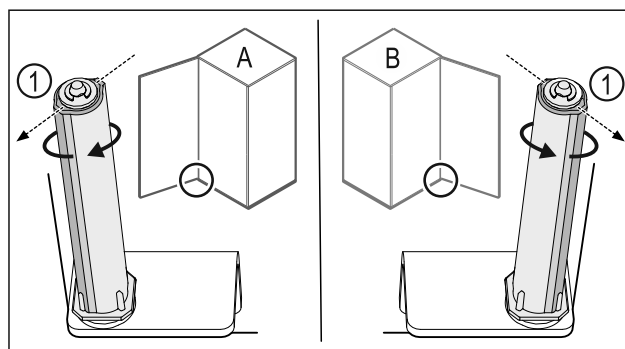

Fig. 45 Lewy ogranicznik (A) / prawy ogranicznik (B)
- Przekręcić system blokujący w kierunku przeciwnym do oporu, aż pręt systemu blokującego Fig. 45 (1) będzie skierowany na zewnątrz.